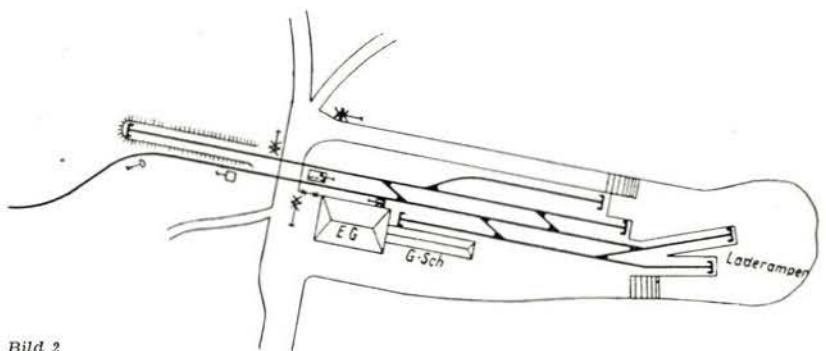

Bild 2
2. Kleiner Endbahnhof (Bild 2)